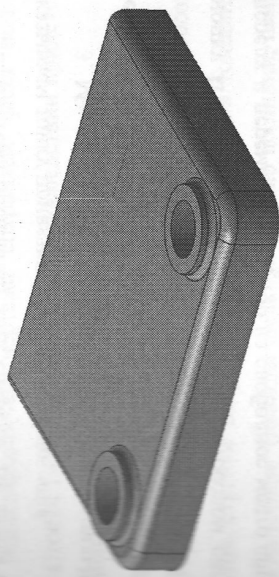

Рис. 39. Моделирование основания
- 4) вырезаем выдавливанием отверстия в бобышках (рис. 39);